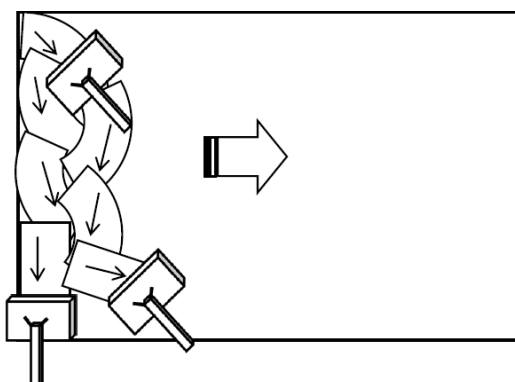

図2 主材3（2回目） 塗装方法
| 施工方法 | 塗り残しがないようにランダムな方向に 塗布する。(図2) | |
- ・コテ刷毛（JR-260）はランダムな方向に動かし、小刻みに塗り継ぐ。（図2）